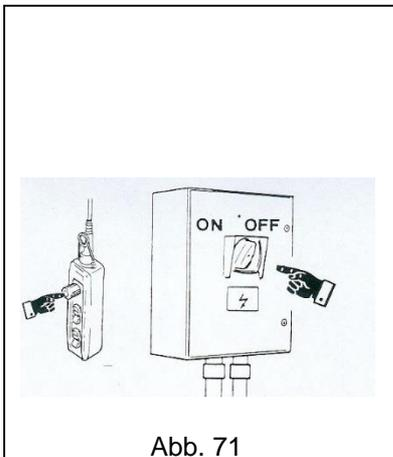

Abb. 71
- **STETS** vor dem Verlassen des Steuerplatzes die Stopp-Taste auf der Steuertafel betätigen und den Hauptschalter des Krans ausschalten (Abb. 71).